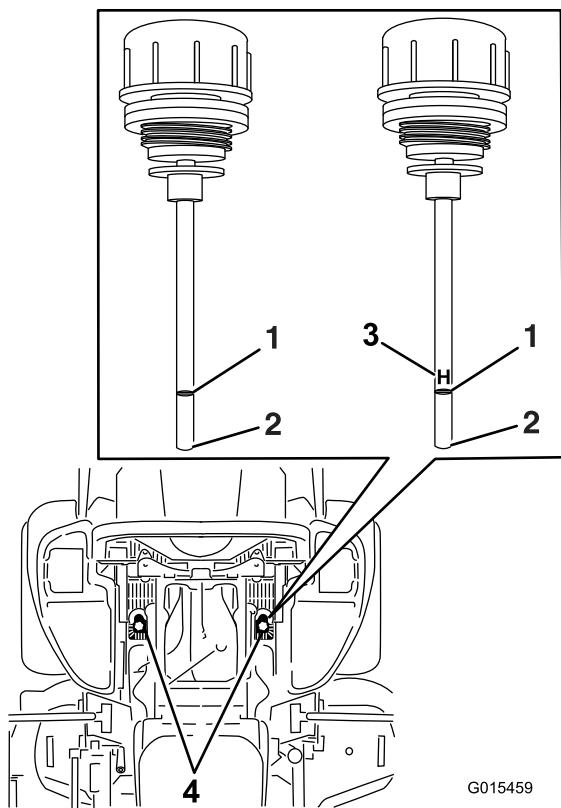

Figure 84
6. Nettoyez la surface autour des jauge des réservoirs du système hydraulique (Figure 84).
7. Sortez la jauge du réservoir hydraulique (Figure 84).
9. Ressortez la jauge et examinez l'extrémité (Figure 84). Si le niveau d'huile est au repère minimum, versez lentement la quantité d'huile qui convient dans le réservoir hydraulique pour faire monter le niveau jusqu'au repère maximum(H).